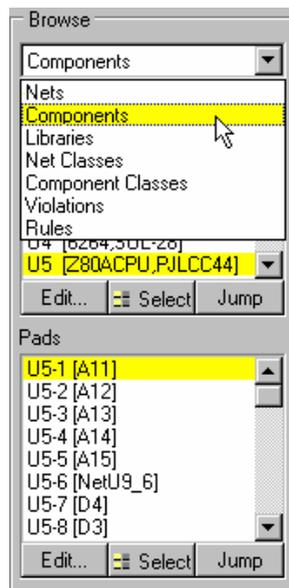

Рис. 6.10. Панель управления редактора печатных плат
- Если выполняется просмотр в режимах **Nets** или **Components** браузер **MiniViewer** отображает на панели выбранную цепь или компонент (рис. 6.10).